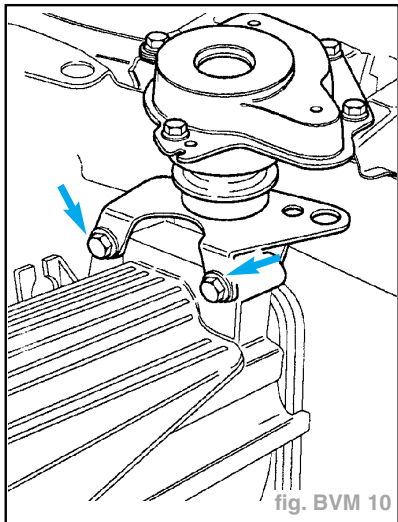

fig. BVM 10
- Dévisser les vis à 6 pans (flèches) de la console gauche de la boîte de vitesses (fig. BVM 10).
- Mettre en place les vis à 6 pans (flèches) sur la console de boîte de vitesses gauche et serrer au couple (fig. BVM 10).
- Vis (3)..... 2 daN.m + 90°
- Console de boîte de vitesses gauche sur boîte de vitesses (fig. BVM 10) : 5 daN.m